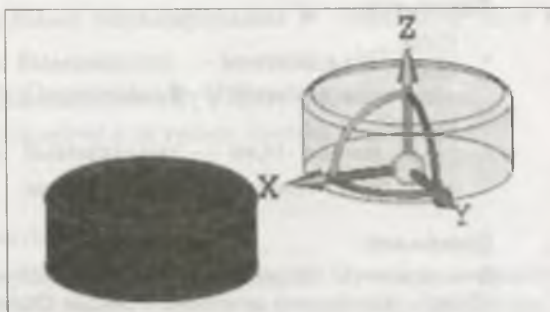

Рис. 21.15. Исходное положение и фантом нового тела
- ♦ для завершения операции нажмите кнопку **Создать объект** — тело изменит свое положение в графической области (рис. 21.15), а в **Дереве** модели появится пиктограмма операции изменения положения.